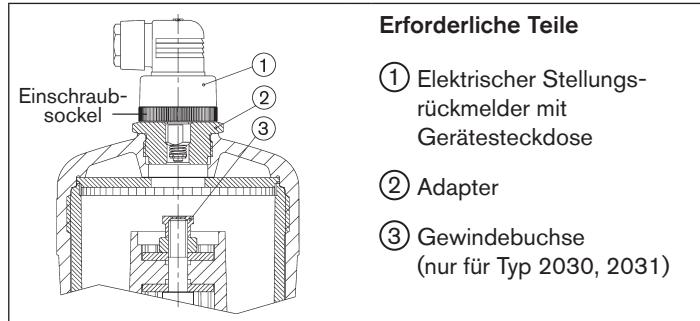

Bild 11: Antriebsgröße 100, 125 (\varnothing in mm) mit elektrischem Stellungsrückmelder
- Klarsichtthaube vom Antriebsdeckel (6) abschrauben (Sicherheitshinweise Kapitel „10“ auf Seite 40 beachten!).
- **Typ 2030, 2031:** Gewindegusschraube (3) auf die Antriebsspindel schrauben (SW14).
- Adapter (2) anstelle der Klarsichthaube auf den Antrieb schrauben (siehe „Bild 11“).
- Elektrischen Stellungsrückmelder (1) in den Adapter (2) schrauben, dabei den Hinweis in Kapitel „10“ beachten.